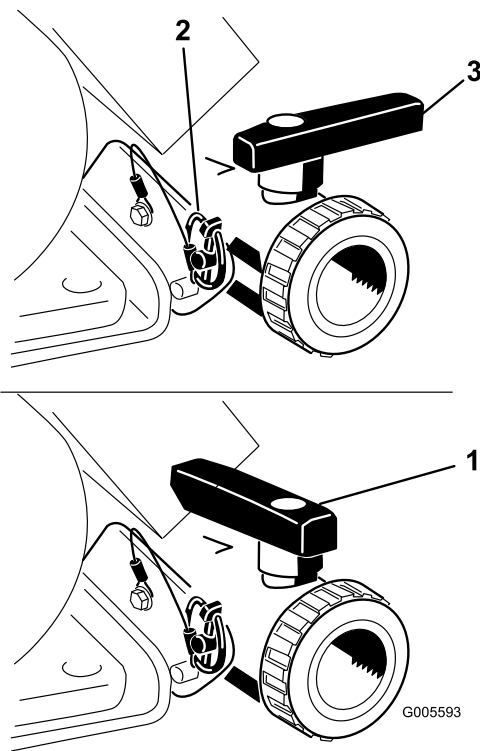

Figura 21
Aprire la valvola per spurgare il materiale rimasto nel serbatoio, e smaltirlo nel rispetto del regolamento locale e secondo le istruzioni del produttore del materiale (Figura 21). Terminata l'operazione di spurgo, togliete l'acciarino sulla staffa che assicura la valvola di spurgo alla macchina e lasciate cadere la valvola sul terreno. In tal modo si scaricherà tutto il materiale rimasto nel tubo.
3. Una volta spurgato completamente il serbatoio, installate la valvola sul telaio con l'acciarino precedentemente rimosso e chiudere la valvola di spurgo (Figura 21).